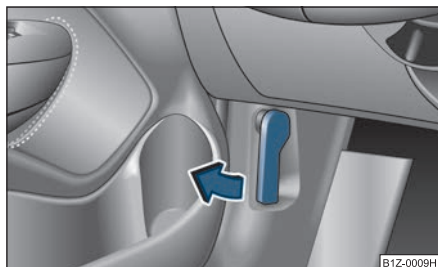

Fig. 208 Palanca de desbloqueo para el capó
- Tire de la palanca de desbloqueo debajo del tablero de instrumentos, lado del conductor ⇒ fig. 208.
- Desbloquee el capó del vano motor ⇒ fig. 208.